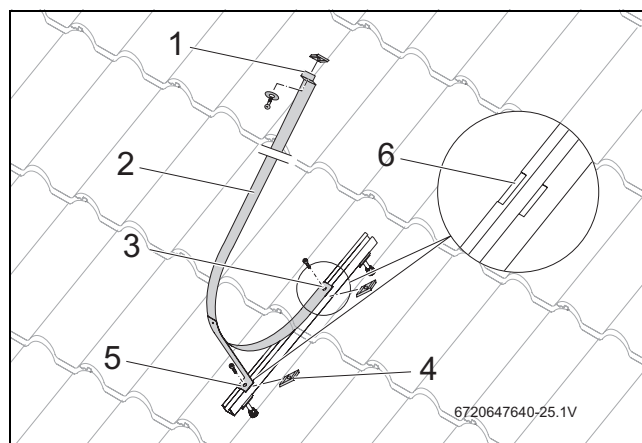

Fig. 34 Fixer l'attache du ballon
- ▶ Insérer la vis dans le bout avant de l'attache du ballon (→ fig. 34, [3]) et visser le coulisseau [4] sans serrer jusqu'à sentir une légère résistance.
- ▶ Insérer la vis dans l'équerre de support-attache du ballon (→ fig. 34, [5]) et visser le coulisseau sans serrer jusqu'à sentir une légère résistance.
- ▶ Poser le bout avant de l'attache du ballon dans l'encoche (→ fig. 34, [6]) et serrer la vis.
- ▶ Poser l'équerre de support-attache du ballon (→ fig. 34, [5]) dans la deuxième encoche et serrer la vis.
- ▶ Insérer la vis, la rondelle plate et le coulisseau dans le bout arrière de l'attache du ballon (→ fig. 34, [1]). Ne pas encore visser ce bout !
- Insérer la vis dans le bout avant de l'attache du ballon (→ fig. 34, [3]) et visser le coulisseau [4] sans serrer jusqu'à sentir une légère résistance.
- Insérer la vis dans l'équerre de support-attache du ballon (→ fig. 34, [5]) et visser le coulisseau sans serrer jusqu'à sentir une légère résistance.
- Poser le bout avant de l'attache du ballon dans l'encoche (→ fig. 34, [6]) et serrer la vis.
- Poser l'équerre de support-attache du ballon (→ fig. 34, [5]) dans la deuxième encoche et serrer la vis.
- Insérer la vis, la rondelle plate et le coulisseau dans le bout arrière de l'attache du ballon (→ fig. 34, [1]). Ne pas encore visser ce bout !